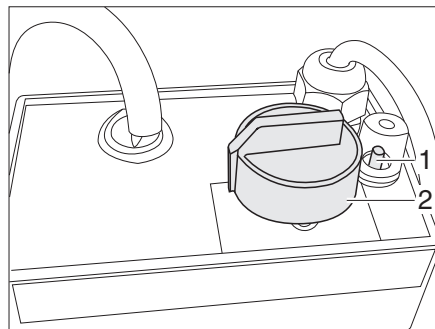

Fig. 112 Regulador para calentamiento eléctrico del piso
- Girar el regulador giratorio (Fig. 112,2) al nivel de calefacción deseado.
- Girar el regulador giratorio (Fig. 112,2) a la posición "0".
Cuando se sobrecarga el regulador, se activa la protección contra sobrecargas. El perno (Fig. 112,1) salta hacia fuera.
- Hundir el perno (Fig. 112,1) en la protección contra sobrecargas cuando se haya enfriado el regulador.